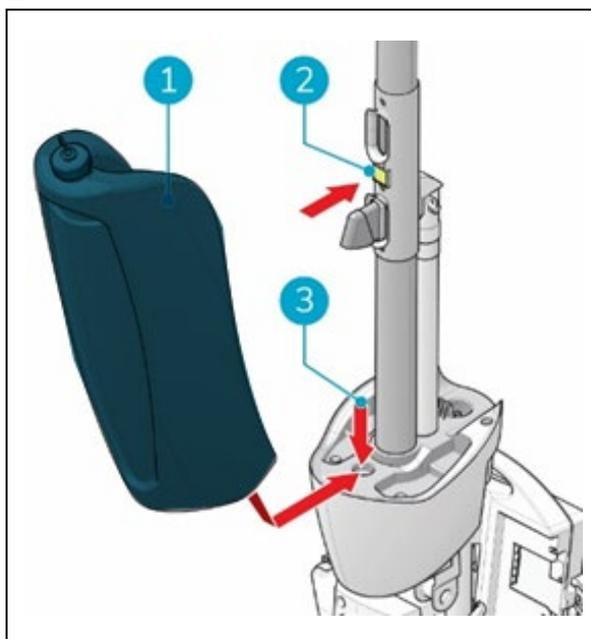

Figure 13
1. Placez le fond du réservoir de récupération (Figure 13, pos 1 et pos 3) sur l'avant de l'i-mop® XL.
2. Poussez le haut du réservoir en place jusqu'à ce que vous entendiez un "clic", l'aimant (Figure 13 pos 2) verrouillera le réservoir de récupération en place.